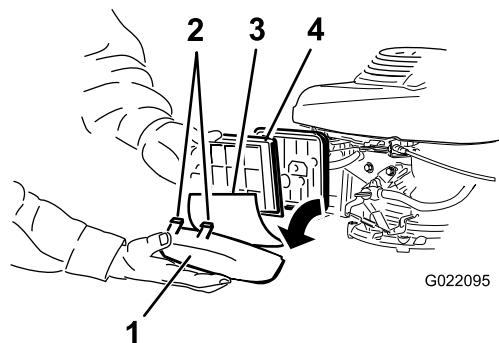

Figure 24
4. Déposez le couvercle et retirez le préfiltre en mousse qui se trouve dessus (Figure 24).
6. Déposez et examinez l'élément en papier (Figure 24).
7. Placez le préfiltre en mousse dans le couvercle du filtre à air Figure 24.